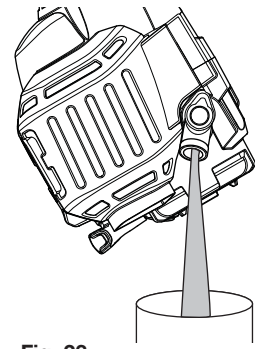

Fig. 23
3. Incline la unidad verticalmente para verter el aceite fuera del orificio de llenado de aceite y al interior del recipiente (Fig. 23). Deje bastante tiempo para que se drene completamente.